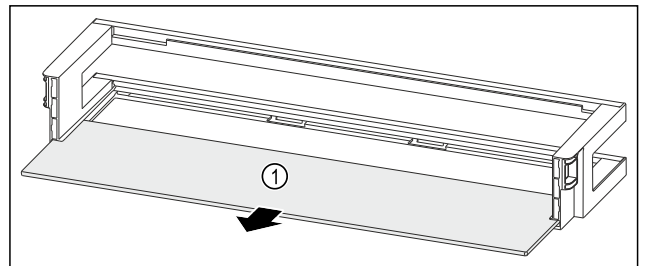

Fig. 87 Рафт на врата с рафт
- ▶ Свалете рафта Fig. 87 (1).